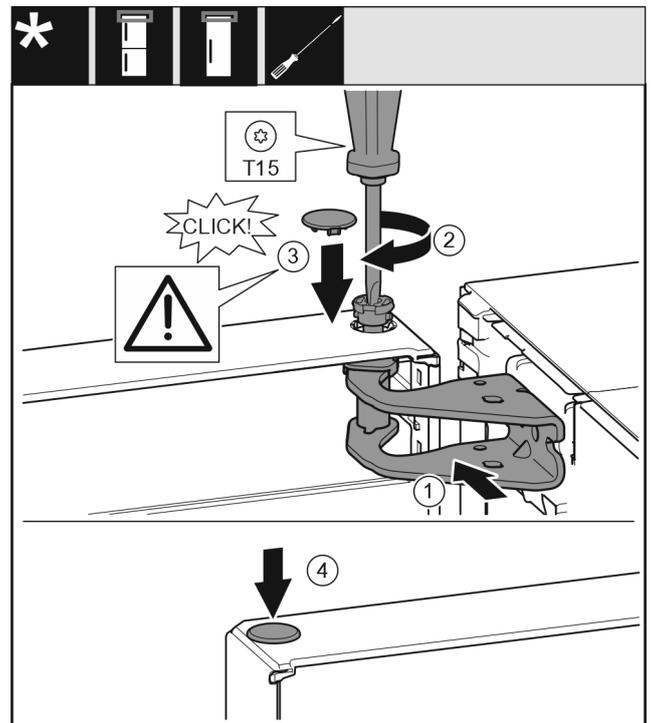

Fig. 23
- ▶ Orienter la porte en haut pour l'ouverture dans le support de palier Fig. 23 (1)
- ▶ Insérer l'axe Fig. 23 (2) et le serrer avec un tournevis.
- ▶ Monter le cache de fixation Fig. 23 (3) pour sécuriser la porte : mettre le cache de fixation en place et vérifier qu'il repose bien sur la porte. Sinon, insérer complètement l'axe.
- ▶ Mettre le cache Fig. 23 (4) en place.